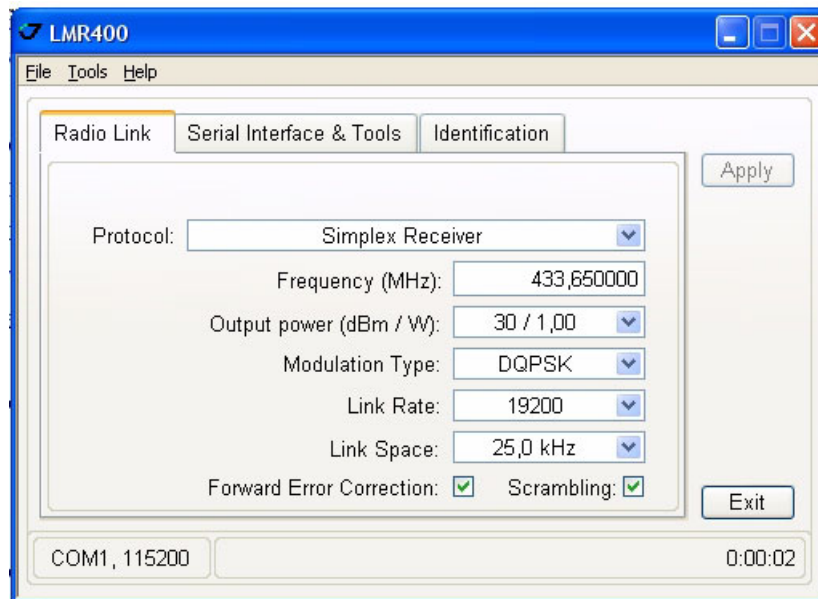

Рисунок 3-3. Закладка Radio Link
1. В закладке *Radio Link*, установите следующие параметры (Табл. 1) и нажмите *Apply* (Рисунок 3-3 на стр. 35).